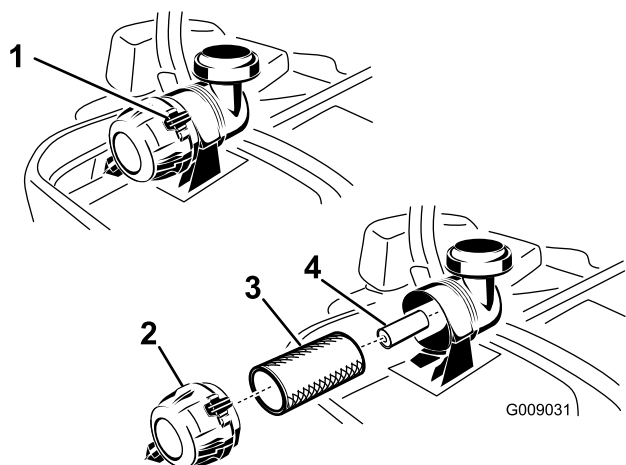

Figure 44
3. Appuyez sur les attaches du filtre à air pour les ouvrir et détachez le couvercle du corps du filtre à air (Figure 44).
5. Sortez le préfiltre du corps du filtre avec précaution (Figure 44). Évitez de cogner l'élément à l'intérieur du corps.
1. Ne nettoyez pas l'élément en papier, remplacez-le (Figure 44).
2. Si vous remplacez l'élément secondaire, insérez-le avec précaution dans le corps du filtre (Figure 44).
3. Placez ensuite le préfiltre sur l'élément secondaire avec le même soin (Figure 44). Assurez-vous qu'il est bien engagé en appuyant sur le rebord extérieur.
4. Montez le couvercle, reniflez en bas, et tournez-le pour que les attaches verrouillent le couvercle en place (Figure 44).